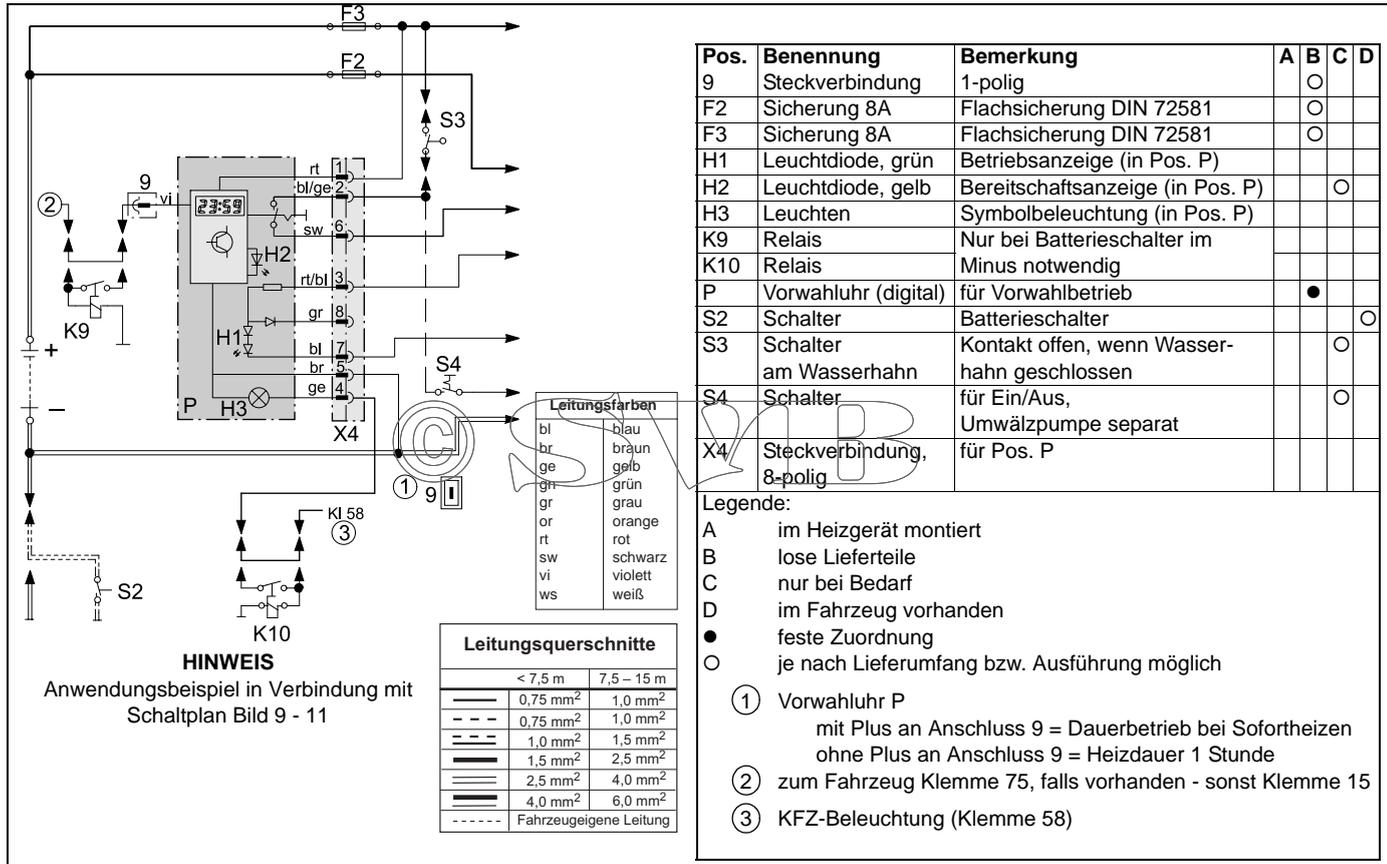

Bild 14: Systemschaltung für DBW 2010 / 2016 mit Steuergerät 1553 und Vorwahluhr
- Vorwähluhr, siehe Schaltplan Bild 14